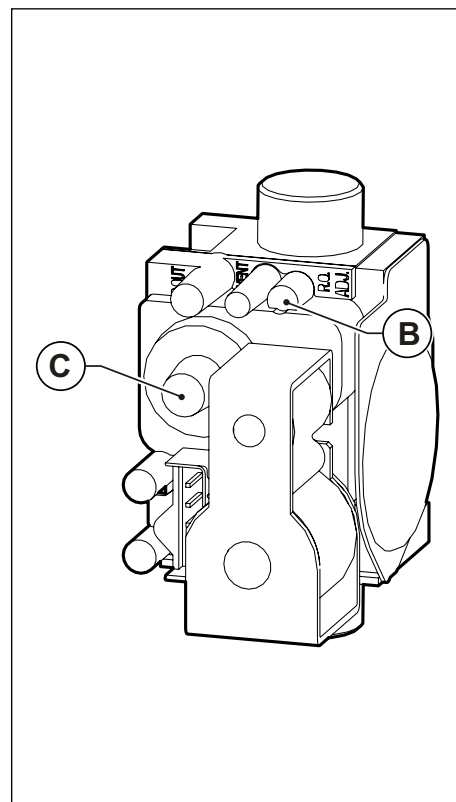

Рис. 40 Регулювання концентрації вуглекислого газу
- Відрегулюйте рівень вмісту вуглекислого газу (CO₂) в димових газах за допомогою відповідного регулятора **В** (дивись Рис. 40 Регулювання концентрації вуглекислого газу) та переконайтеся, що його значення знаходиться у межах, вказаних в Таб. 25 Вміст CO₂ в димових газах. Не виключаючи режим "сажотруст", перейдіть до наступного етапу - регулюванню на мінімальній потужності.
- Відрегулюйте рівень вмісту вуглекислого газу (CO₂) в димових газах, обертаючи гвинт «offset» **С** (дивись Рис. 40 Регулювання концентрації вуглекислого газу) та переконайтеся, що його значення знаходиться у межах, вказаних в Таб. 25 Вміст CO₂ в димових газах.